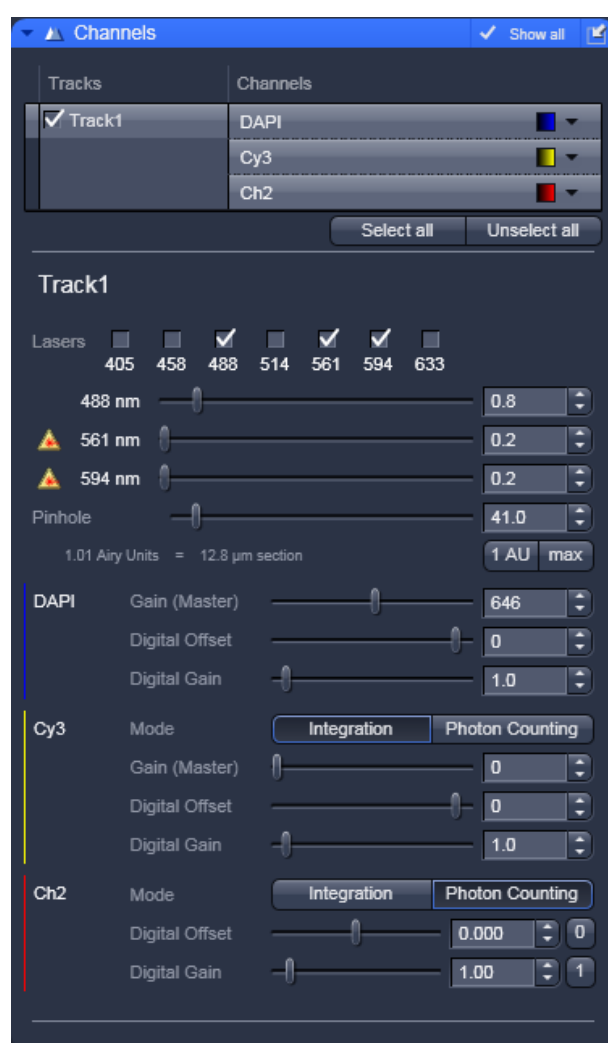

Fig. 29 Ventana Channels
- Ajuste **Pinhole** a **1 AU** (Airy Unit) (Fig. 29).
- Cuando la imagen es saturada, reduzca la transmisión AOTF en el panel del **Laser** de la ventana **Channels** (Fig. 29) mediante la corredera para disminuir la intensidad de la luz de láser en la muestra.
- Aumente el valor **Digital Offset** hasta que todos los píxeles azules hayan desaparecido, y ajuste después un bajo valor positivo (Fig. 29).